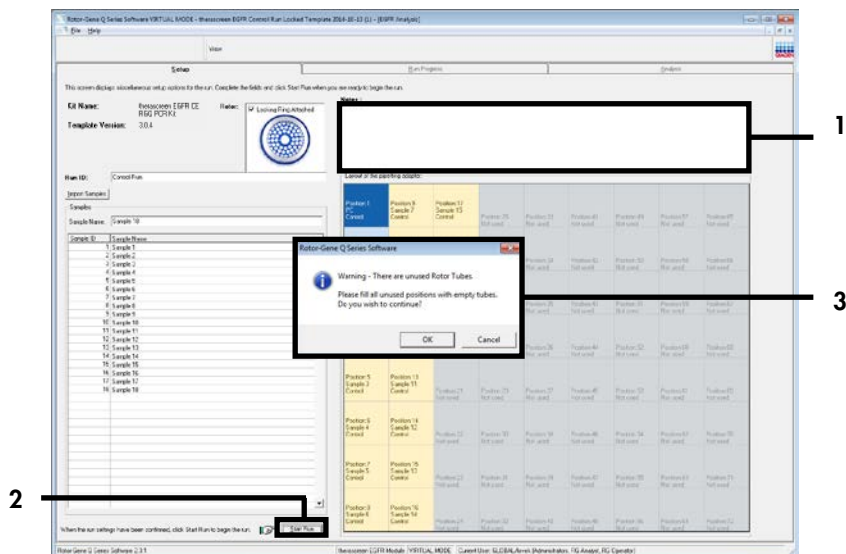

Abbildung 5. Dialogfeld „Notes“ (Notizen) (1), die Schaltfläche „Start Run“ (Lauf starten) (2) und der Warnhinweis über unbesetzte Rotorpositionen (3)
16. Nachdem alle Probenamen eingegeben wurden, überprüfen Sie, ob diese korrekt sind. Geben Sie bei Bedarf zusätzliche Informationen in das Dialogfeld „Notes“ (Notizen) ein, und klicken Sie dann auf „Start Run“ (Testlauf starten, siehe Abbildung 5).
Hinweis: Wenn eine Rotorposition unbesetzt ist, wird ein Warnhinweis eingeblendet (siehe Abbildung 5), um den Anwender daran zu erinnern, dass unbesetzte Positionen im